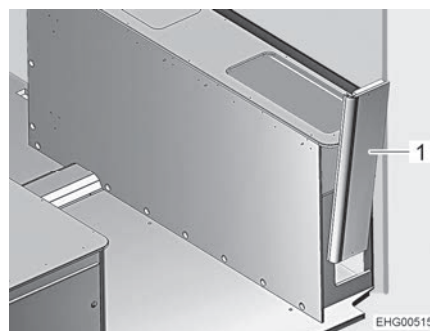

Fig. 160 Cassone letto a destra, pannello laterale
- Rimuovere il pannello laterale (Fig. 160,1) verso l'alto scuotendolo leggermente.